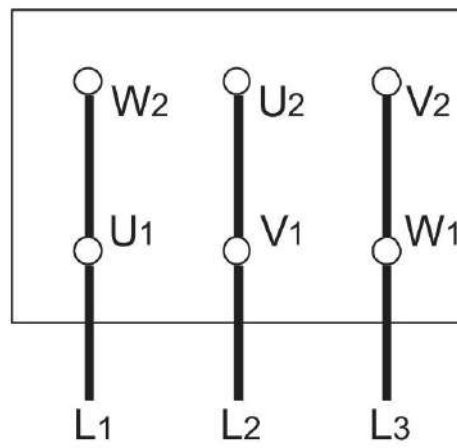
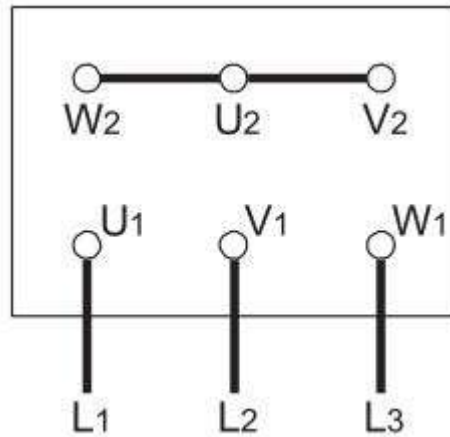
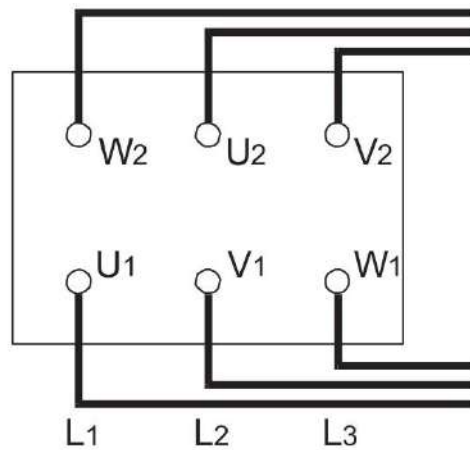

Рисунок 8. міст Δ - з'єднання
Рисунок 9. Міст Y-подібного з'єднання
Рисунок 10. видалення перемички Y / Δ - з'єднання
8.4.10 Підключення до мережі на платі залежить від номінальної потужності двигуна, джерела живлення та типу підключення. Необхідне підключення перемичок у клемній коробці показано нижче (Таблиця 2, Рисунок 8, Рисунок 9, Рисунок 10).